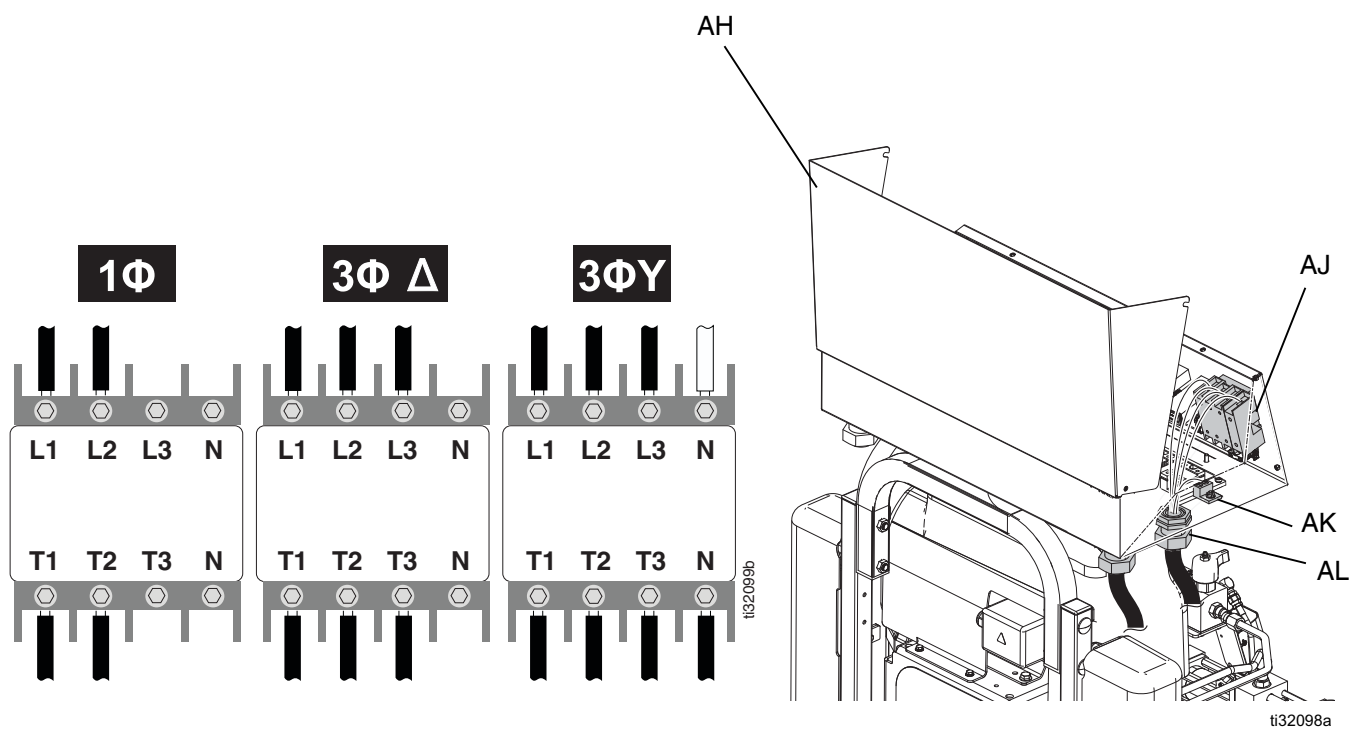

FIG. 8: Raccordement des fils d'alimentation entrants
- Tournez l'interrupteur d'alimentation principale (CE) sur OFF (Arrêt).
- Ouvrir la porte du boîtier électrique (AH) en desserrant les boulons (BH) et en relevant la porte. Voir la FIG. 8.
- Faites passer le cordon d'alimentation dans le passe-fils du cordon d'entrée électrique (AL) dans le coffret électrique (C). Serrer l'attache du cordon électrique (AL). Voir la FIG. 8.
- Raccordez les fils d'alimentation entrants aux cosses débranchables principales (AJ) et à la cosse de mise à la terre principale (AK) comme illustré à la FIG. 8. Serrez au couple de 6,2 N•m. Tirez doucement sur tous les branchements pour vérifier qu'ils sont correctement installés.
- 230 V, monophasé** : À l'aide d'une clé Allen de 5/32 ou 4 mm, branchez deux cordons d'alimentation sur L1 et L2. Raccorder le vert à la terre (AK).
- 230 V, triphasé** : À l'aide d'une clé Allen de 5/32 ou 4 mm, branchez trois cordons d'alimentation sur L1, L2 et L3. Raccorder le vert à la terre (AK).
- 400 V, triphasé** : À l'aide d'une clé Allen de 5/32 ou 4 mm, branchez trois cordons d'alimentation sur L1, L2 et L3. Raccorder le fil neutre sur N. Raccorder le fil vert sur la cosse de mise à la terre (AK).
- Vérifiez que tous les éléments sont correctement branchés comme illustré à la FIG. 8. Fermez la porte du coffret électrique (AH) et serrez les boulons (BH).